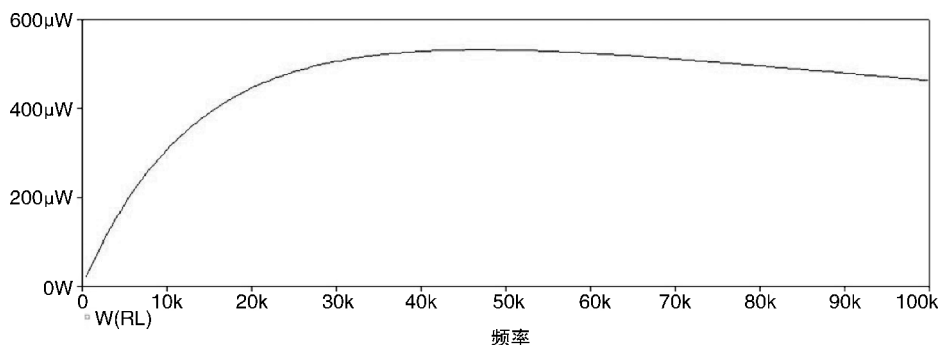

图 5.11 负载电阻功耗曲线
9. 通过选择菜单 **PSpice > Run** 或者图标  运行电路仿真。功耗曲线如图 5.11 所示。
10. 如图 5.11 所示的曲线中，可以通过打开光标测量负载电阻的最大功率。